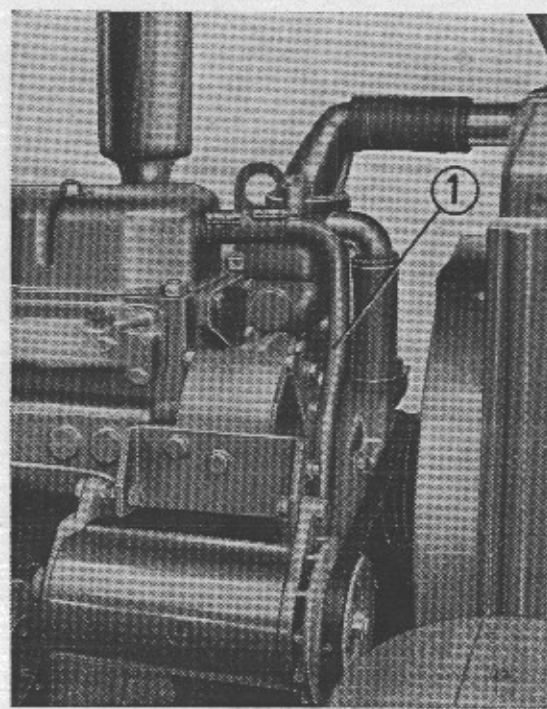

Fig. 44
2) **Tubo sfiatatoio del basamento motore** (fig. 44) - Togliere il tubo sfiatatoio e procedere ad un accurato lavaggio in un bagno di petrolio o di benzina.